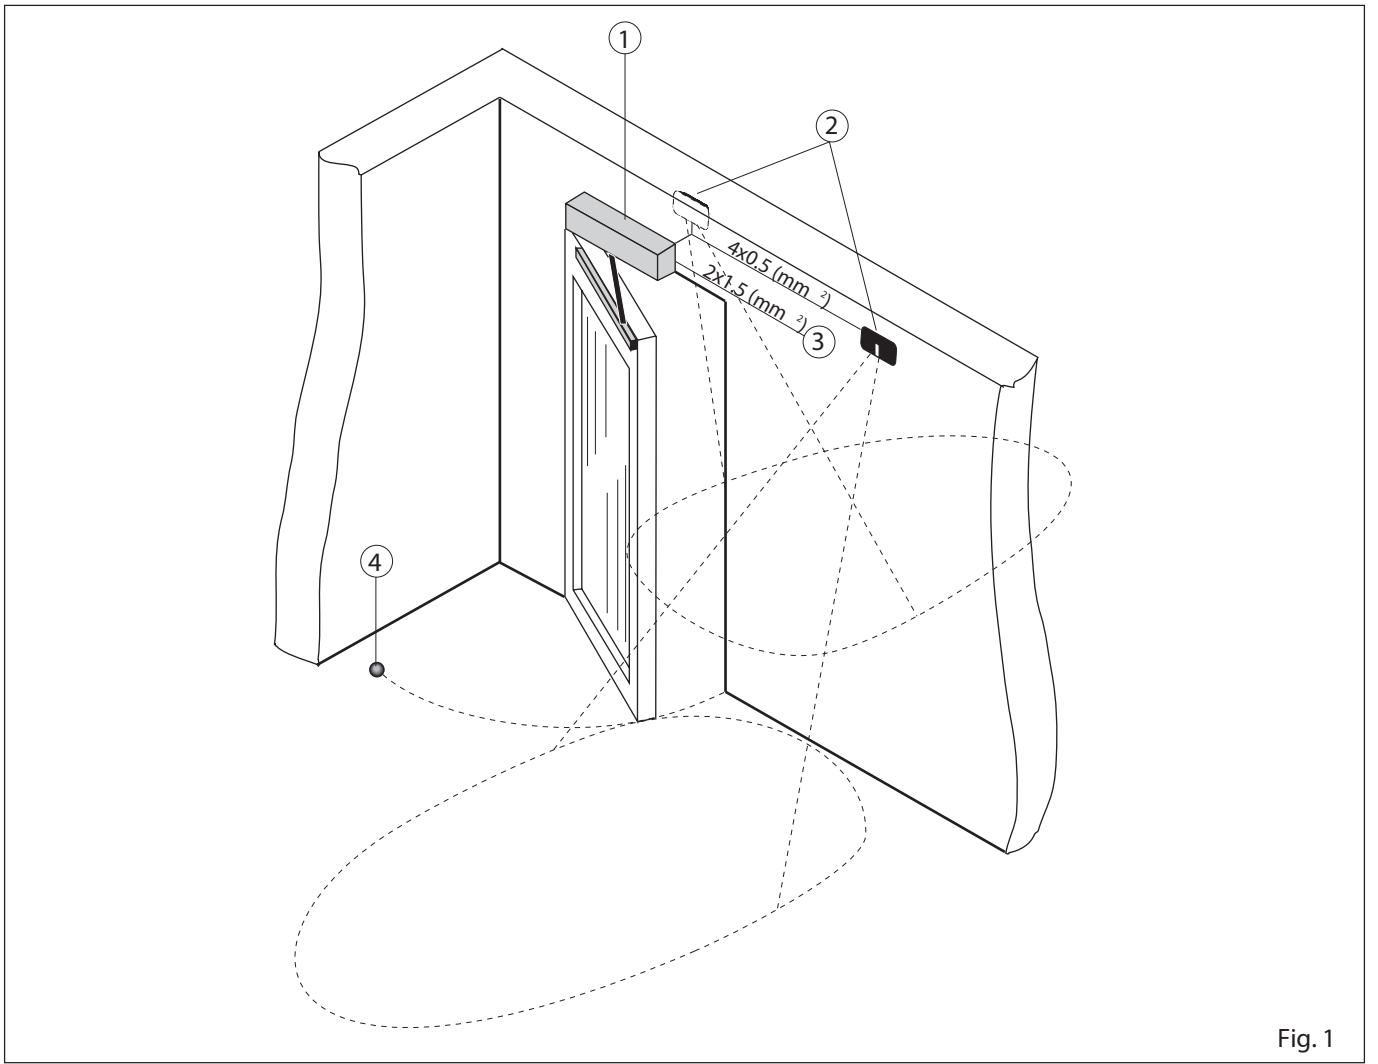

Fig. 1
2.1 VERWEISAUF DIETYPISCHE INSTALLATION (Abb. 1)